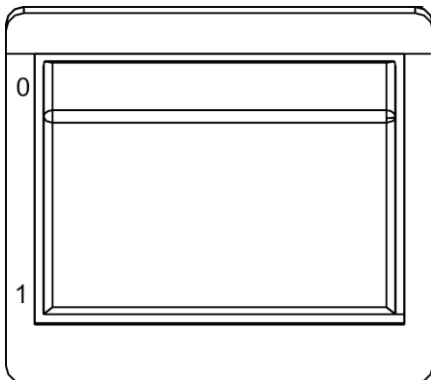

Abb. 29: Netzschalter
3. Netzschalter (Abb. 29) auf Position 0 schalten.